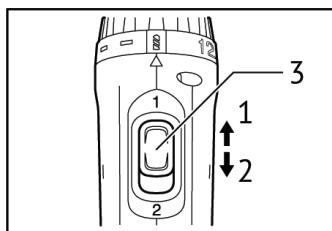

рис.6
- установка требуемой скорости осуществляется перемещением переключателя скоростей (рис.6 поз.3);